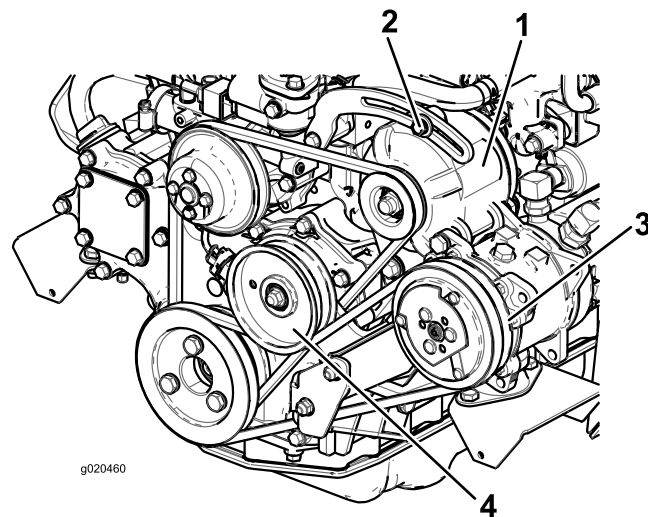

Figura 95
Verifique o estado e a tensão da correia (Figura 95) após cada 100 horas de funcionamento.
2. Se a deslocação obtida não for igual a 10 mm, deve desapertar os parafusos de montagem do alternador (Figura 95). Aumente ou diminua a tensão da correia do alternador e aperte os parafusos. Verifique uma vez mais a deslocação da correia para se certificar de que a tensão está correta.
- Se o desvio obtido não for igual 10 mm, deverá libertar o parafuso de montagem da polia intermédia (Figura 95). Aumente ou diminua a tensão da correia do compressor e aperte o parafuso. Verifique uma vez mais a deslocação da correia para se certificar de que a tensão está correta.